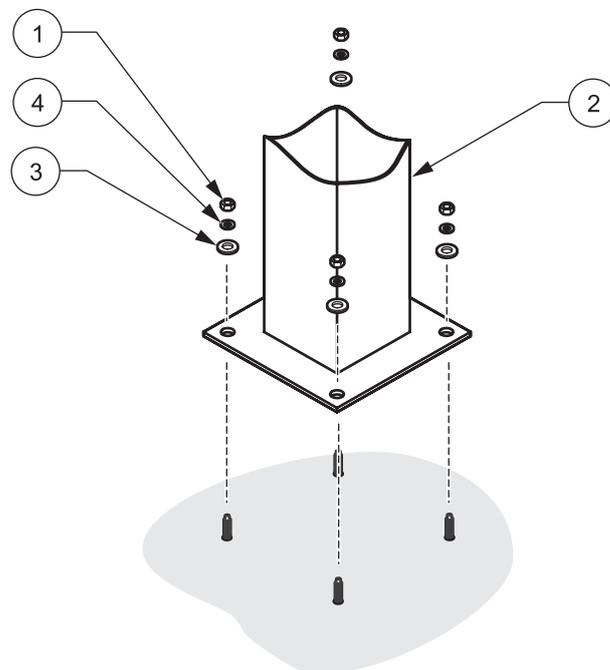

Abbildung 7 Montage der Standsäule
2. Stellen Sie die Säule auf die Expressanker, legen Sie die großen und die kleinen Unterlegscheiben unter und ziehen Sie die Muttern fest (siehe Abbildung 7 auf der Seite 8).